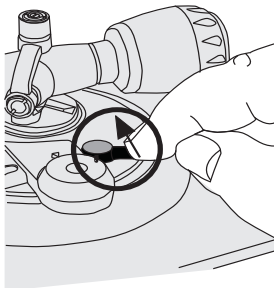

Abb. 9: Justiering freisetzen
- 1 Drehen Sie den Arretierhebel entgegen dem Uhrzeigersinn (Abb. 9).